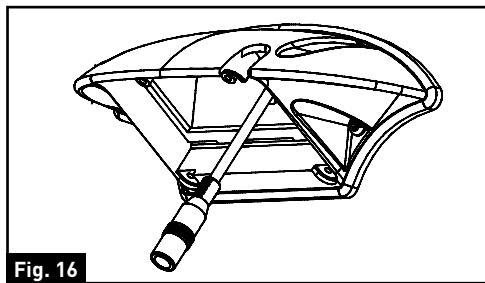

Fig. 16
8. Extraiga el cable de alimentación de la cámara, dejando aproximadamente 5,08 cm (2 pulgadas) de holgura. (Fig. 16)